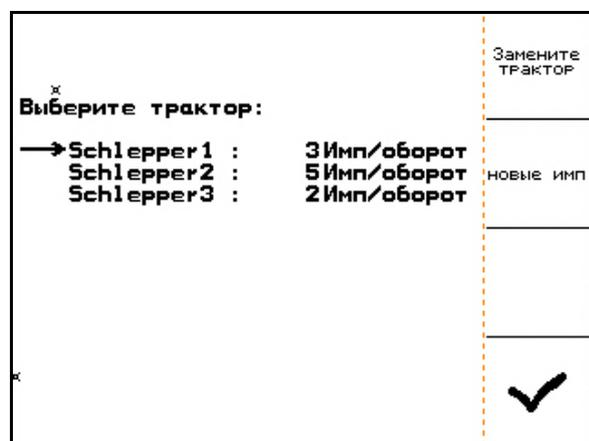

Рис. 41
2. Нажатием  выберите трактор (Рис. 41/1).